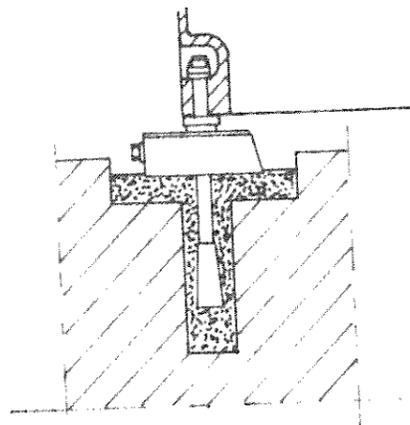

Рис. 4
- д/ Правильно позиционировать клинья и болты в гнездах и залить цементным раствором до нижней грани клина /смотри рис.4.Затем ждать затвердевание.